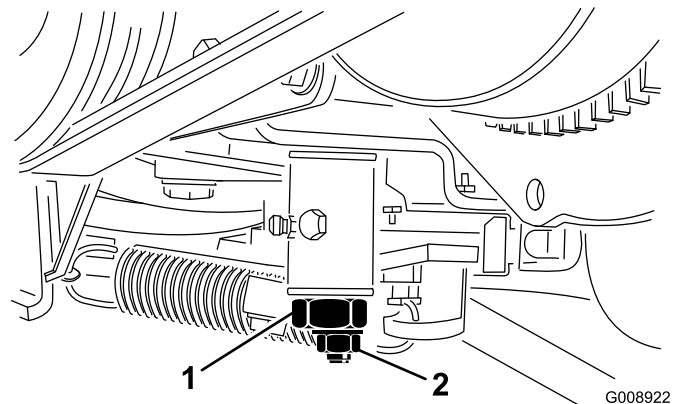

Figura 48
2. Afloje el conector del cable del acelerador en la palanca de la bomba de inyección (Figura 48).